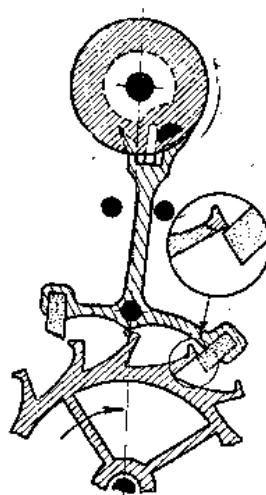

Рис. 23. Дополнительная дуга
3) впереди идущий зуб ходового колеса падает на покой выходной палеты; баланс проходит дополнительную дугу (рис. 23), т. е. происходит потеря связи баланса с анкерной вилкой — начало свободного колебания баланса.